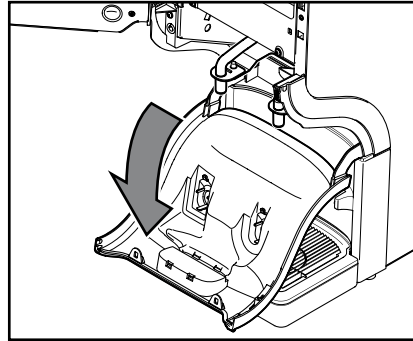

Fig. 43
- c. Træk udløbsafdækningen ned (fig. 43).